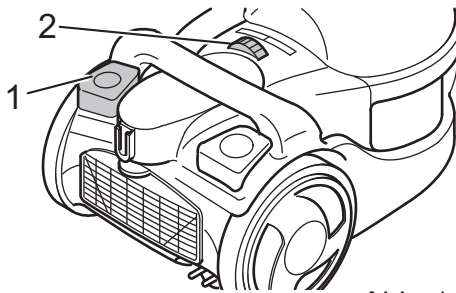

Abb. 11
3. Schalten Sie den Bodensauger am Ein-/Aus-Schalter (Abb. 11/1) ein.
4. Stellen Sie die Saugleistung am Saugleistungsregler (Abb. 11/2) ein.